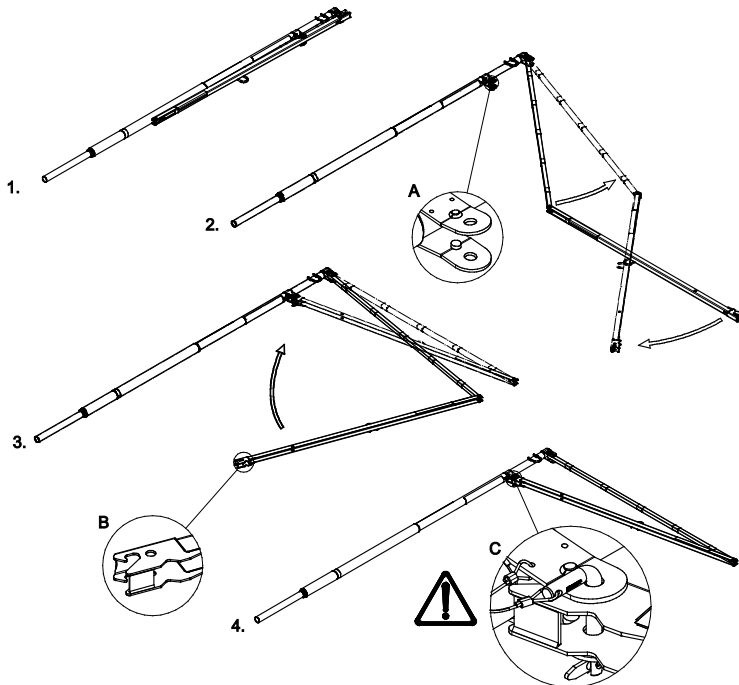

Abbildung 27. Aufbau des SkyReach Ankers am Boden.
1. Stellen Sie den zusammengeklappten SkyReach Anker in vier einfachen Schritten auf. Siehe Abbildung 27.